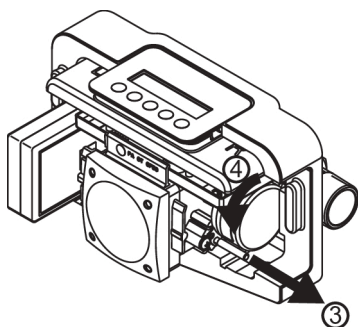

Abb. 8: Roten Arretierstift entfernen und Motor drehen
3. Roten Arretierstift entfernen (siehe Abbildung 8).
4. Motor **gegen** den Uhrzeigersinn um ca. 90 Grad (eine viertel Umdrehung) drehen (siehe Abbildung 8). Dafür muss keine Schraube gelöst werden.